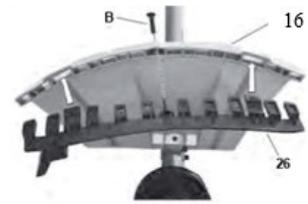

Fig.3-3
1. Ao usar a cabeça de nylon, a proteção adicional deve sempre ser instalada com a lâmina de corte. (Fig.3-3, Fig.3-4)
- Fixe a proteção adicional (26) com o parafuso (B). (Fig. 3-3)